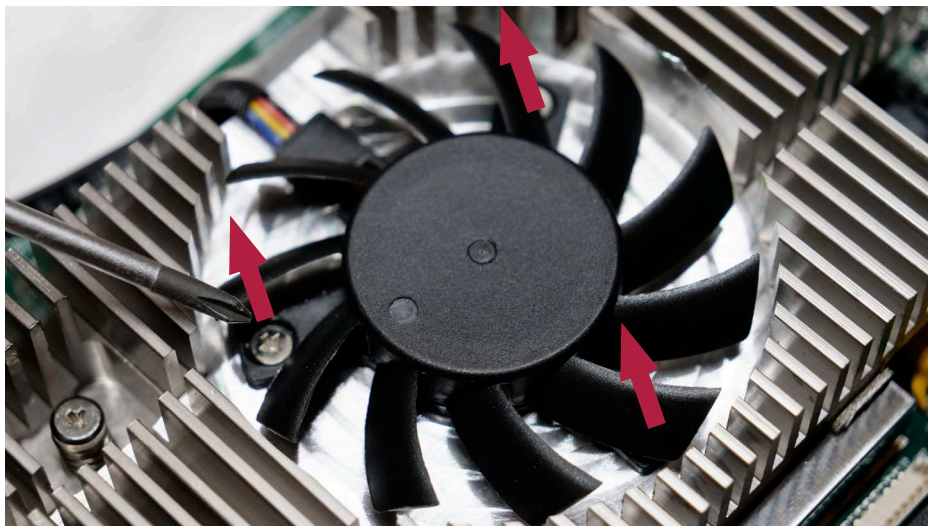

Figura 24 Rimuovere le viti dalla ventola
b) Allentare le tre viti che fissano la ventola (v. Figura 24)
- f) Inserire e serrare le tre viti (coppia max. 0,3 Nm) che fissano la ventola (v. Figura 24)